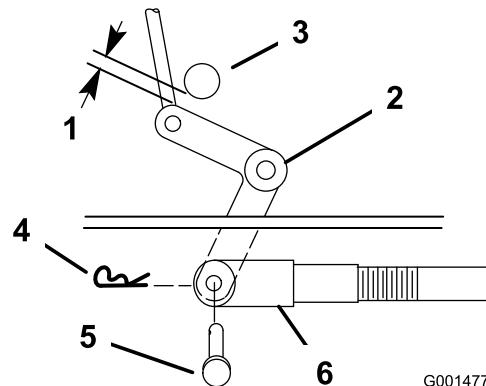
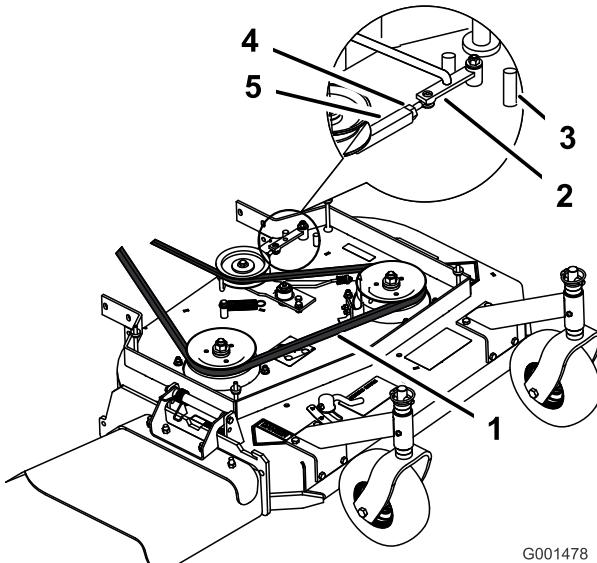

Figure 42
Figure 43
9. Vérifiez l'écartement entre le levier coudé et l'arbre de sortie de transmission (Figure 42).
10. Enlevez la goupille fendue et l'axe de chape du levier coudé (Figure 42).
11. Tournez la chape dans le sens horaire sur la tige pour accroître l'écartement, et dans le sens antihoraire pour le réduire (Figure 42).
Remarque: Si le bras d'assistance ne touche pas la butée avant du tablier de coupe (Figure 43), réglez la chape de sorte à rapprocher le levier coudé de l'arbre de sortie de transmission (Figure 42).